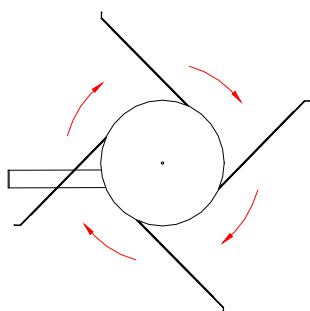
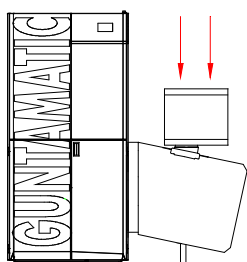
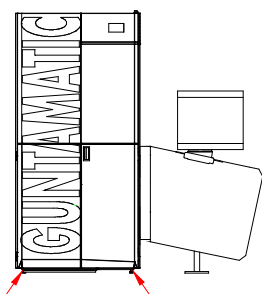
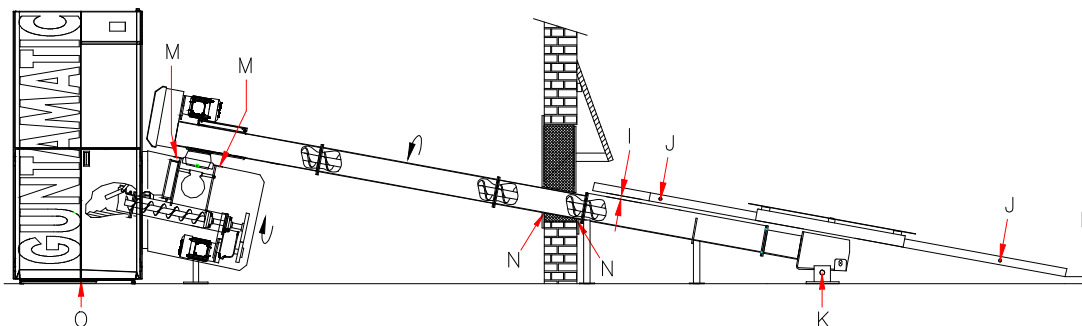

Abb.5
Abb.6
Abb.8
Abb.9
8. Le dessilleur tourne dans le sens horaire, voir Abb.5. Montez les ressorts de façon à ce que les plus longs sont en opposition. (les plus longs ne doivent pas être une à côté de l'autre). Les ressorts doivent passer 15-20 mm au dessus de la vis, voir (I) Abb. 9. Les vis (J) Abb.9 sur les ressorts ne doivent pas être serrées. Les pieds (K) Abb.9 du dessilleur doivent être réglé de façon à ce que le ressort le plus long doit passer env. 3 - 4 cm au-dessus du sol, voir (L) Abb.9.
9. L'unité d'entraînement doit être fixée avec les vis M08x100/140 mm, voir (M) Abb.9, sur le stocker de façon étanche. L'unité d'entraînement doit toujours être montée bien droite. voir Abb. 6.
12. Le passage du mur en partie basse, voir (N) Abb.9, doit être rempli de laine de roche (fournie) et fermée proprement à l'aide des tôles fournies. Ces tôles ont été perforées de façon à les ajuster contre la vis.
13. Fixez les deux équerres de chaque côté sous la chaudière à l'aide des vis M8 x 16, voir Abb.8, et insérez la tôle et l'isolant sous la chaudière. Voir (O) Abb.9.